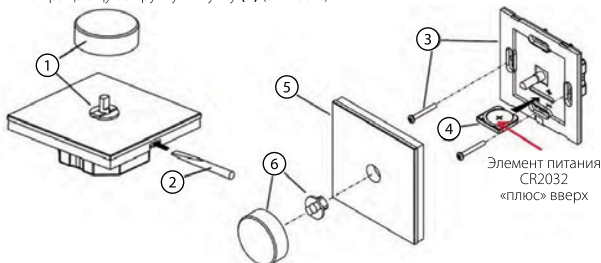

Рис.1. Установка элемента питания и монтаж панели управления.
- 3.2. Снимите вращающуюся ручку и втулку (1) (см. Рис.1).